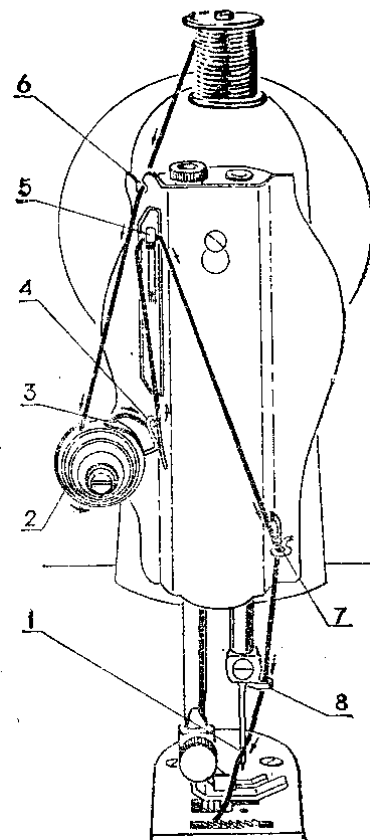

Рис. 8
6.1.5. Заправить верхнюю нитку в нитенаправитель и вдеть ее в ушко иглы (рис. 8), для чего: